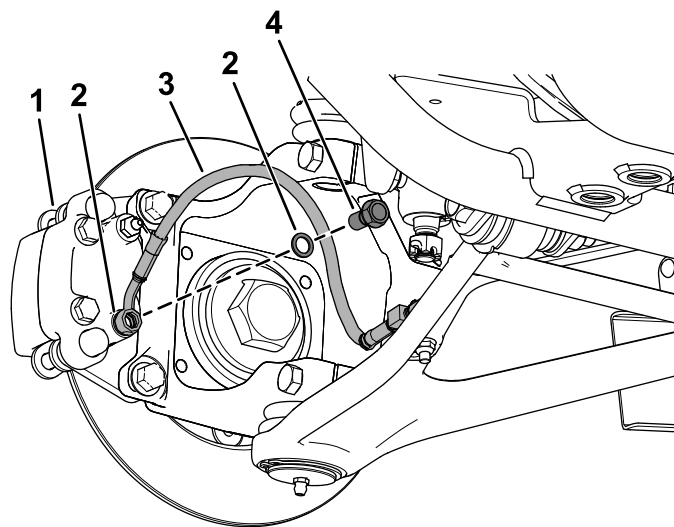

**Figure 10**
7. Installez une vis de purge dans le trou supérieur de l'étrier de frein (Figure 10).